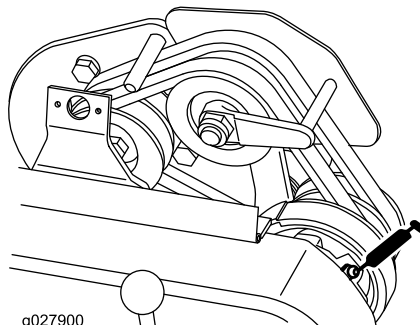

Рисунок 27
- Одна на шарнирах натяжного ролика ремня (Рисунок 27).